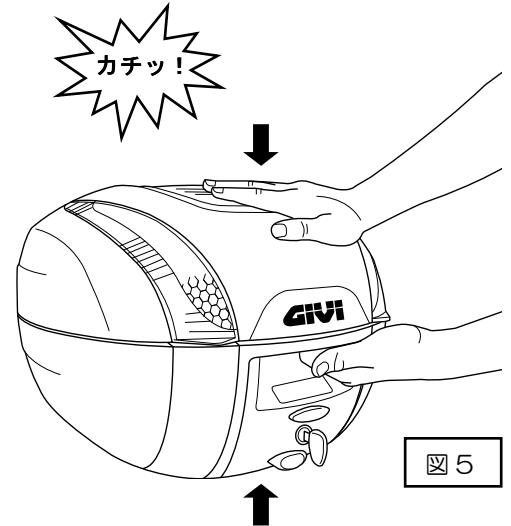

図5
2. ①ケースを閉じる
2-1.①ケースのフタを閉めます。(図5参照)